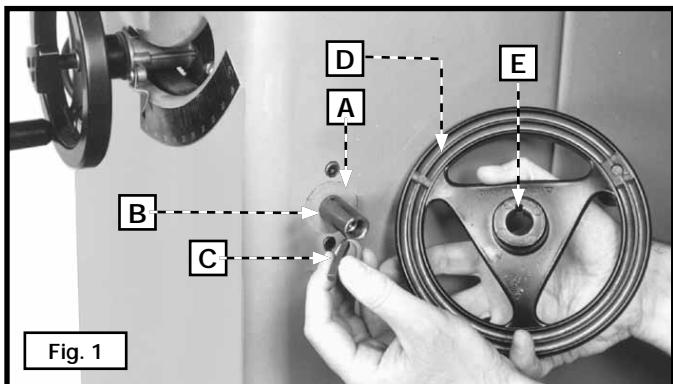

Fig. 1
Quite el envoltorio de poliestireno y cualquier otro elemento suelto del interior del gabinete de la sierra. Para retirar la cubierta del motor, use una llave hexagonal para retirar los tornillos de cabeza hexagonal 1/4 - 20 x 19,05 mm (5/8") (B) Fig. 1. Empuje la cubierta del motor hacia un lado con firmeza para oprimir los sujetadores y empujar la cubierta del motor hacia afuera. Consulte la sección "CUBIERTA DEL MOTOR".
3. Base de extensión (2)
1. Coloque una arandela de fibra (A) Fig. 1, en el eje del volante de inclinación de la hoja (B). Instale la llave (C) en la ranura del eje.
2. Coloque el volante (D) en el eje (B) Fig. 1. Alinee la ranura (E) en el volante con la llave (C).